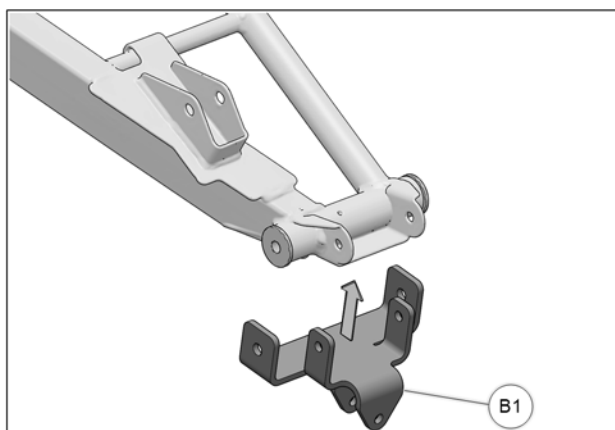

Fig. 6
6. Positionner l'ancrage (B1) sous le bras de suspension inférieur arrière; aligner les trous de l'ancrage et ceux du bras de suspension. Voir la Fig. 6